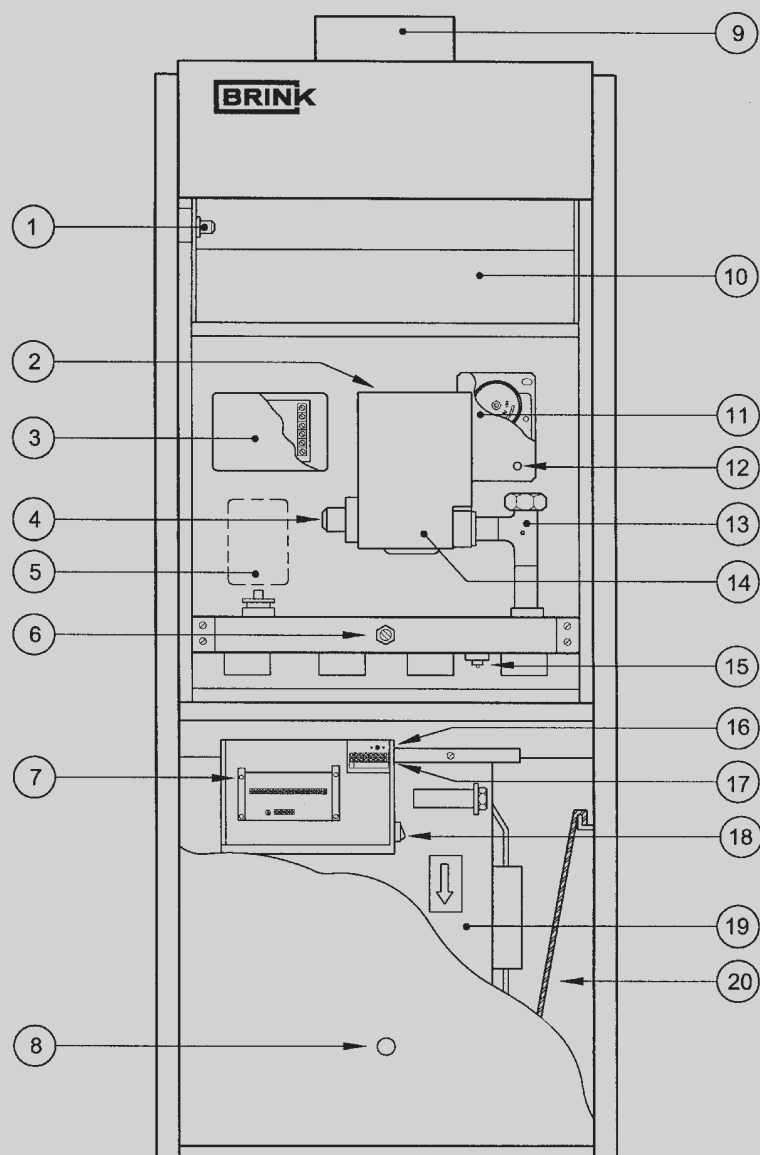

Fig. 2. Vue frontale appareillage de réglage type WG-N de la série WATERBURY (exécution Upflow)
Le générateur WATERBURY WG-N(D) possède un réglage haut/bas qui éteint le brûleur quand il y a oui ou non une demande de chauffage. Le ventilateur de soufflage fonctionne lorsque la température d'air autour de la chambre de combustion est suffisamment élevée. Ceci évite le soufflage d'air froid dans les pièces, ce qui pourrait amener du courant d'air. L'alimentation 230 V doit être raccordée au bornier dans l'armoire de régulation; le thermostat d'ambiance (à 2 fils) doit être raccordé au transformateur de sécurité 24 V (Voir fig. 2 - no. 3 à la page 3).